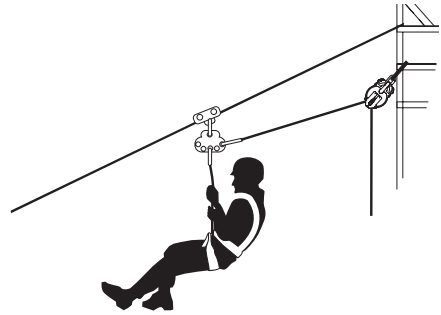

Fig. 12
7.3. Vrijwillige evacuatie op hellend vlak (Fig. 12)